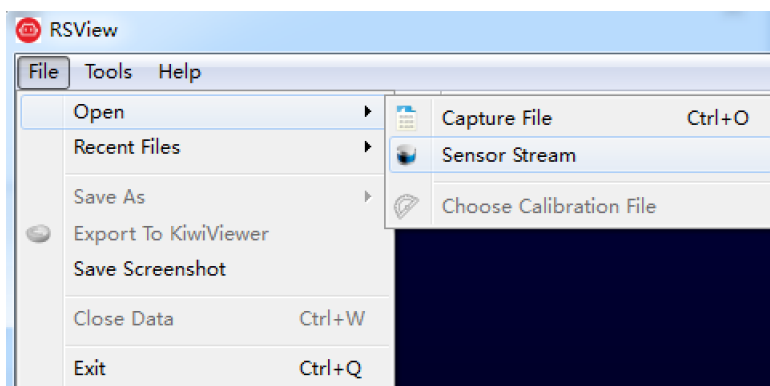

图 A-1: 打开 RSView 实时数据显示
3. 点击 **File > Open** 并且选择 **Sensor Stream** (图 A-1)。